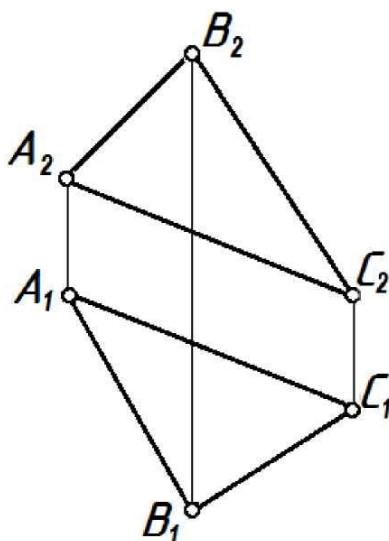

Рисунок 17 – Комплексный чертеж плоскости
**Задание 20.** Определить угол наклона плоскости  $\Omega(ABC)$  к плоскости проекции Н (рисунок 17).